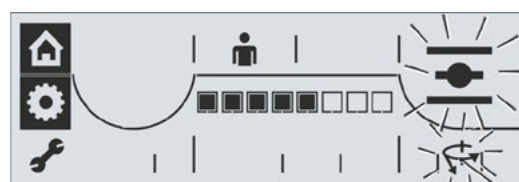

Fig. 3: Utkoblingsmoment endeosisjon ÅPEN 1
Parameterinnstillingen for utkoblingsmomentet i endeosisjonen ÅPEN er tilsvarende. Velg symbolet for utkoblingsmoment endeosisjon ÅPEN (Fig. 3, pos. 1) og fortsett som beskrevet i betjeningsstrinn 3 over.